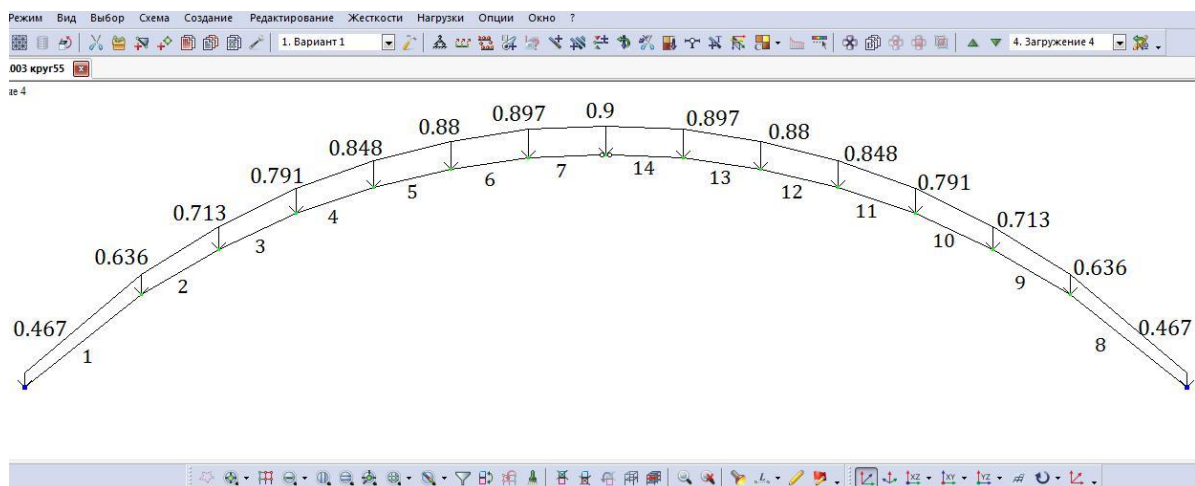

Рис. 2.32. Четвертое загрузжение (снеговая нагрузка, распределенная по параболе на всем пролете)
- Вид расчетной схемы после задания в схеме нагрузок четвертого загрузжения, а также значения нагрузки приведены на рис. 2.32.